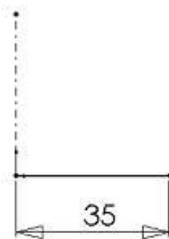

Рисунок 1.1 – Початок побудови ескізу
8. Встановити розмір лінії, рівний радіусу денця вази (рис. 1.1).